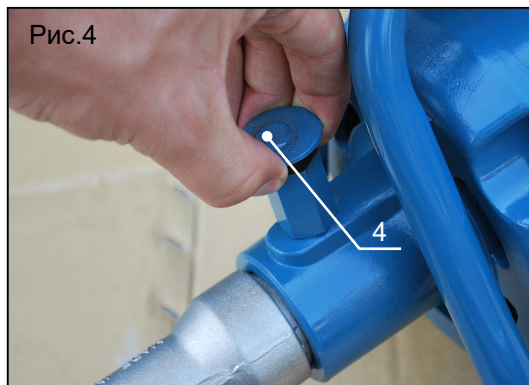

Рис.4
3. Поднимите одной рукой фиксатор (поз.4, рис.4) и до упора вставьте виброшланг в корпус вибратора, затем отпустите фиксатор.